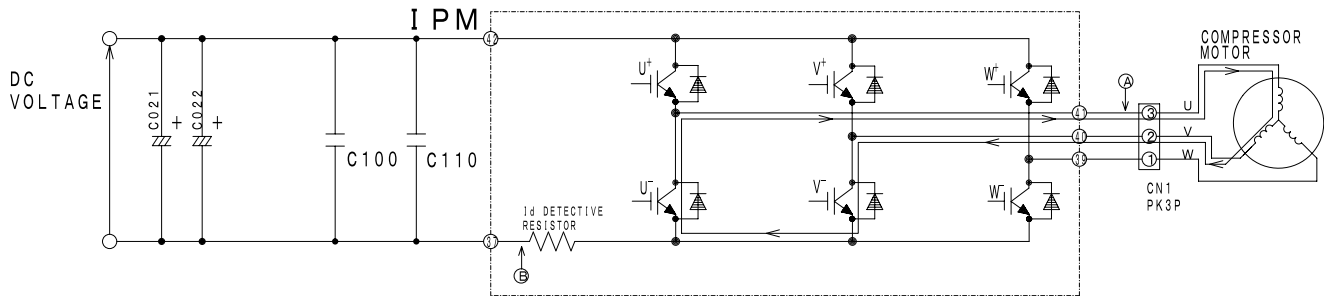

Fig. 4-4 Power module circuit (U+ is OFF, V- is ON)
- (2) Lorsque le transistor U+ est sur DÉSACTIVÉ : (par inductance de la bobine du moteur) bobine U → bobine V → transistor V- → Diode U- de retour → Point ⑤ (Fig. 4-4)